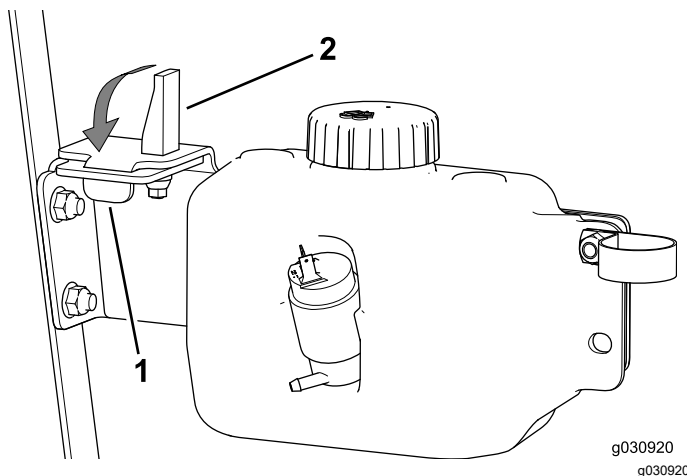

Figura 46
- Introduzca la pestaña en la ranura y el casquillo del cierre de expansión en el orificio de la placa del depósito (Figura 46).
- Mueva hacia abajo la palanca del cierre de expansión (Figura 46).